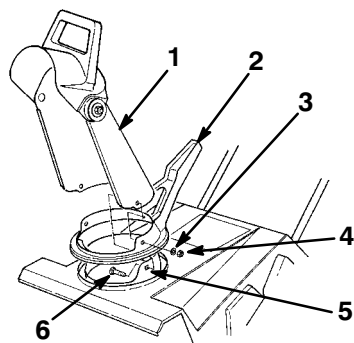

Figure 4
1. Placez la poignée de l'éjecteur sur la couronne de l'éjecteur (Fig. 4).
2. Insérez l'éjecteur entre la couronne et la poignée en alignant les trous entre eux (Fig. 4).
3. Fixez l'arrière de l'éjecteur et le mancheron dans le tour central de la couronne à l'aide d'une vis de carrossier, d'une rondelle et d'un contre-écrou (Fig. 4).